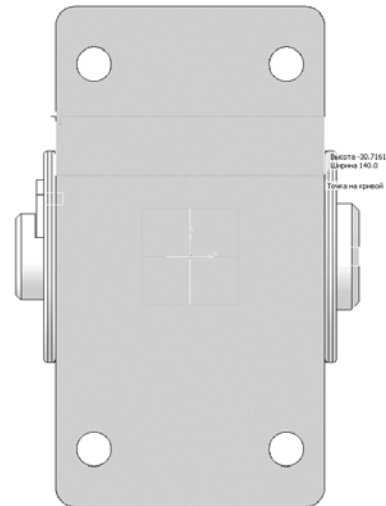

Рис. 49. Построение прямоугольника
- 3.2.2 Постройте прямоугольник . Положение его вершин укажите на вертикальных ребрах основания с помощью привязки **Точка на кривой** (рис. 49).